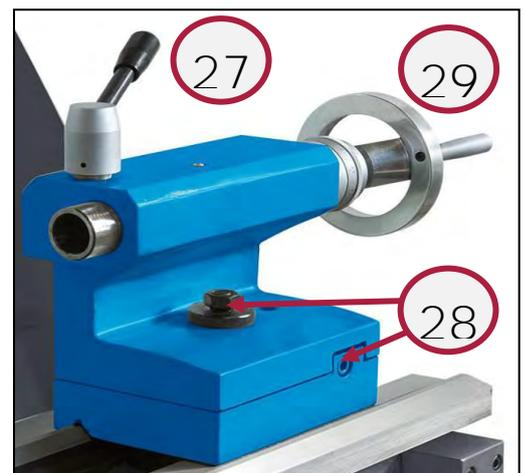

Figura 29 – Leva e volantino contropunta.
3. **Se necessario, bloccare l'estremità opposta del pezzo tramite la contropunta.** A tal proposito, regolare la posizione della contropunta e del cannotto, utilizzando la leva ed il volantino di fissaggio appositi (Figura 29).